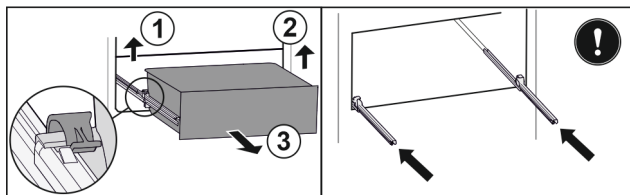

Fig. 109
- ▶ Приподнимите левый зажим и одновременно вытяните движением вперед выдвижной ящик слева. Fig. 109 (1)
- ▶ Приподнимите правый зажим и одновременно вытяните движением вперед выдвижной ящик справа. Fig. 109 (2)
- ▶ Извлеките выдвижной ящик движением вперед. Fig. 109 (3)